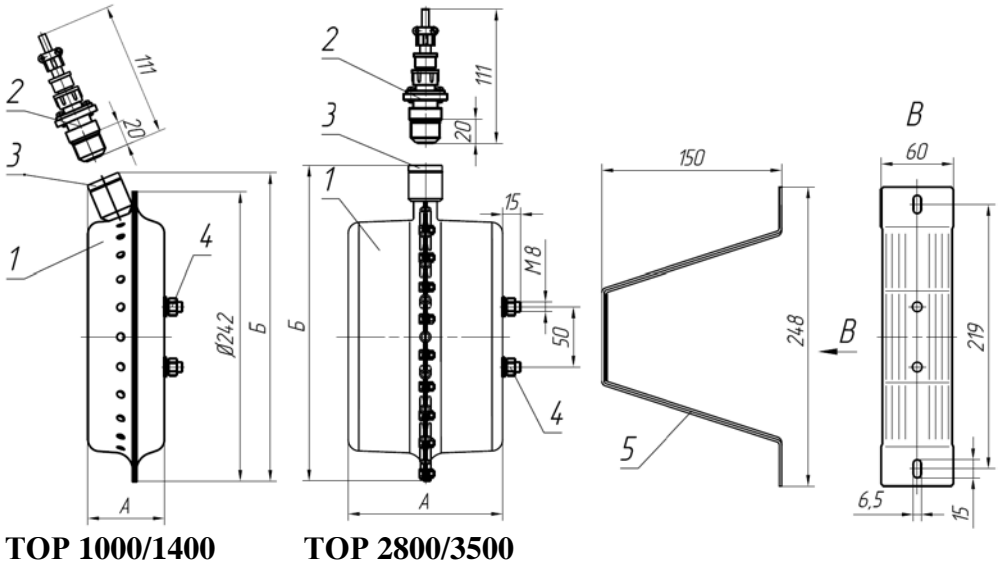

Рис.1. Генератор огнетушащего аэрозоля:
ГОА (рис.1) состоит из корпуса 1, собранного из двух полукорпусов, в каждом из которых размещена одна шашка из аэрозолеобразующего состава (заряд).
6.3. Снять транспортную заглушку 3 (рис. 1) и вернуть во втулку